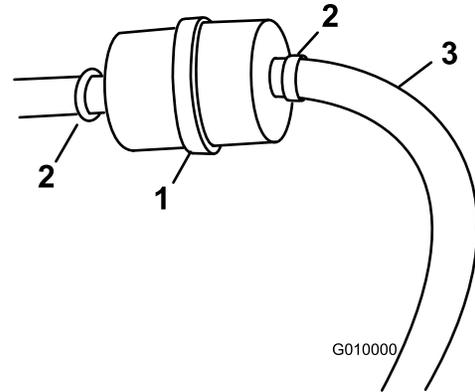

図 52
3. 古いフィルタのクランプをゆるめてフィルタから外して脇に寄せる (図 52)。
5. 新しいフィルタをホースに取り付け、クランプで固定する (図 52)。
3. 燃料フィルタについているクランプをゆるめ、フィルタからはずす (図 52)。
4. 燃料フィルタから燃料ホースを抜き取る（図 52）。
**注** 落ちてくるガソリンをガソリン容器または廃油受けに受ける（図 52）。
5. フィルタに燃料ホースをつなぎ、クランプで固定する（図 52）。